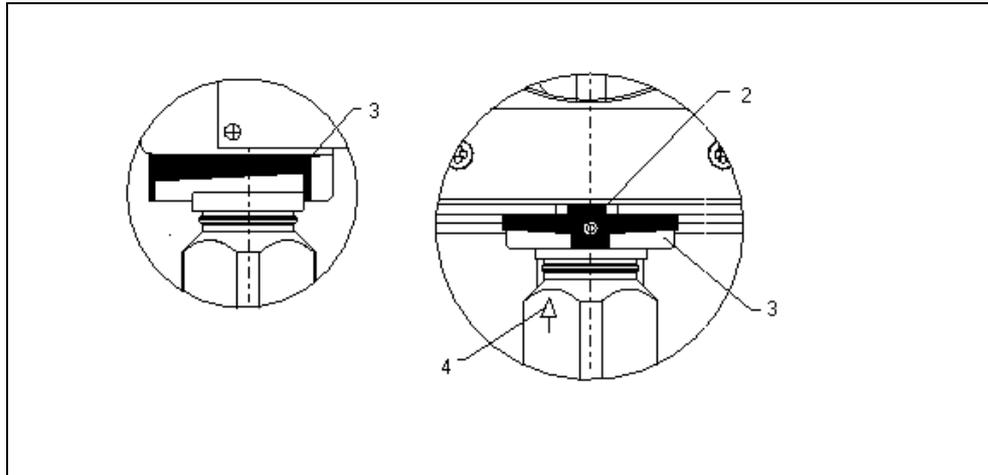

Figure 37 Plage de rotation de la cellule de mesure (transmetteurs de pression et pression absolue de la série Pression)
La rotation possible est limitée! La plage de rotation (3, Figure 37) est repérée sur la base du boîtier de l'électronique; le col de la cellule de mesure porte un repère (4) qui doit rester dans la plage indiquée lors de la rotation.